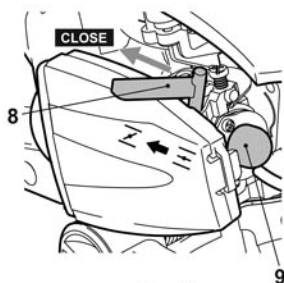

Fig. 9
- > Place the choke lever [8] on «CLOSE»  (Fig. 9).